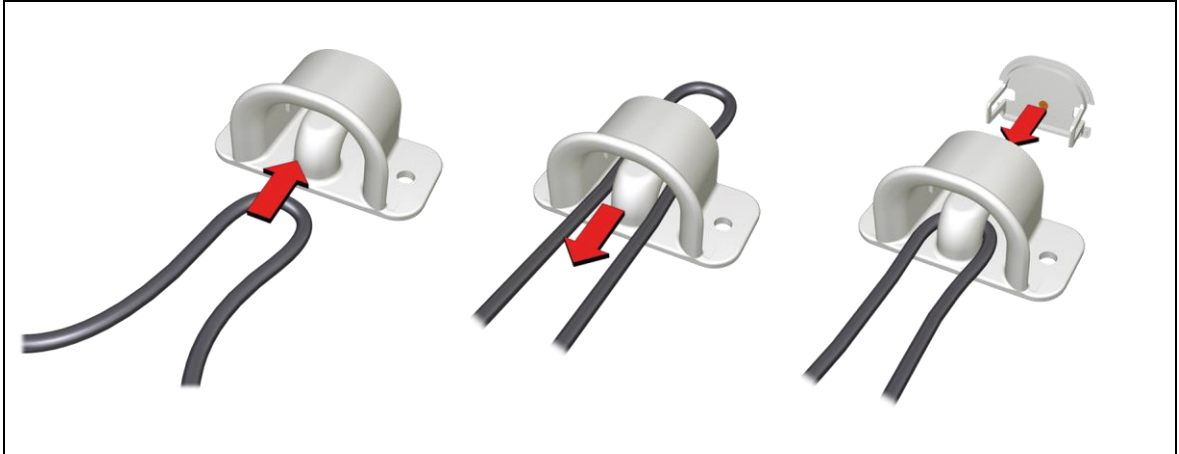

Abbildung 13 Verlegen der Anschlussleitung in die montierte Zugentlastung
Das Verlegen der Anschlussleitung in die montierte Zugentlastung der Steuerung ECS wird in Abbildung 13 gezeigt.
- 1 Legen Sie die Anschlussleitung zu einer Schlaufe und führen Sie diese durch die Zugentlastung, wie in Abbildung 13 gezeigt.